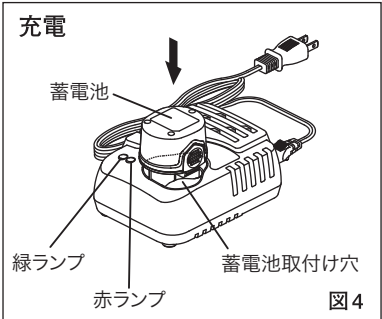

図4
③ 充電器の蓄電池取付穴に蓄電池を取付けます。しっかり奥まで差し込んでください。(図4) 赤ランプが点灯し充電が始まります。約30分で緑ランプが速く点滅します。(80%充電完了) 緑ランプが点灯すると100%充電完了です。充電時間は約60分です。(図4)